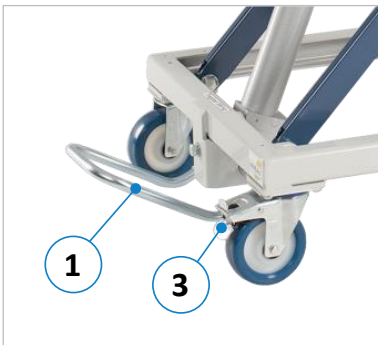

Abbildung 6: Fußbügel und Bremse
Vor dem Verfahren des Hubtisches sind die beiden Bremsen (3) auf der Längsseite zu lösen (siehe ⇨ Abbildung 6 auf der nächsten Seite). Danach kann er an den gewünschten Ort gefahren werden. Vor Beginn der Arbeit mit oder auf dem Hubtisch die beiden Bremsen (3) wieder feststellen.